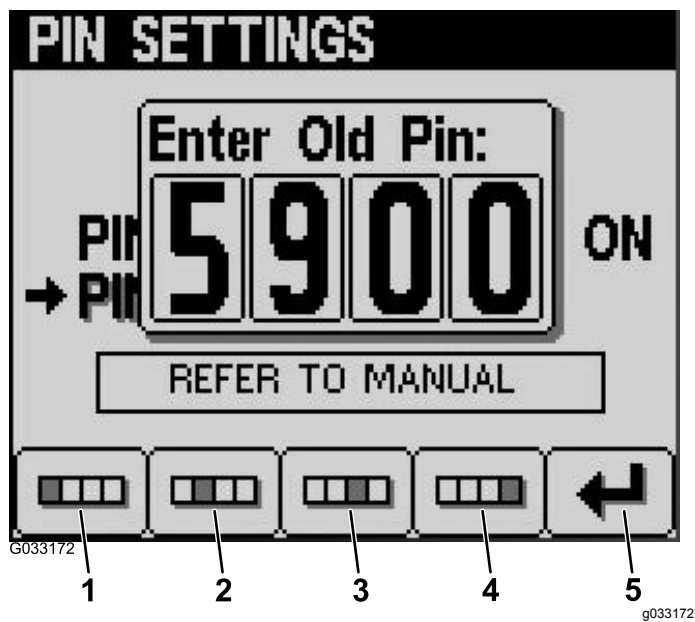

Figura 24
- Introduzca el PIN antiguo usando los botones 1 a 4, y pulse el botón 5 para terminar (Figura 24).